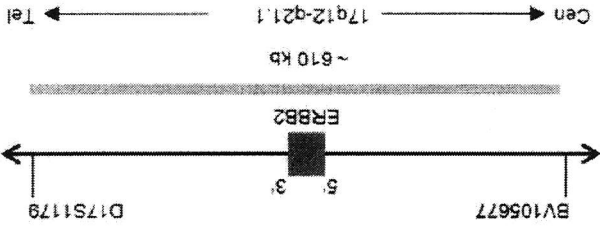

Figura 1. Mapa de la sonda ERB2 (No a escala)
- Polinucleótidos marcados con ZYGREEN (excitación 503 nm / emisión 528 nm) (~6.0 ng/μl), quienes permiten la detección de secuencias mapeadas en 17q12-q21.1* (chr17:37,572,531-38,181,308) conteniendo al gen ERBB2 (Ver Figura 1).